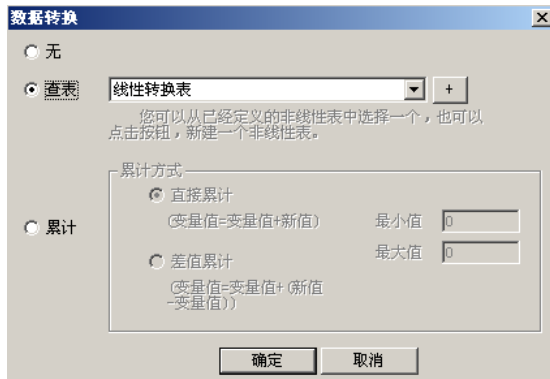

图 5.24 变量定义数据转换对话框
- **对变量进行线性转换定义：**在数据词典中选择需要查表转换的 I/O 变量，双击该变量名称后，弹出“变量属性”对话框。在“变量定义”界面上，点击“转换方式”下的“高级”按钮，弹出“数据转换”对话框，如图 5.24 所示。默认选项为“无”。当用户需要对采集的数据进行线性转换时，请选中“查表”一项。其右边的下拉列表框和“+”按钮变为有效。
单击下拉列表框右边的箭头，系统会自动列出已经建好的所有非线性表，从中选取即可。如果还未建立合适的非线性表，可以单击“+”按钮，弹出“分段线性化定义”对话框，如图 5.24 所示，用户根据需要建立非线性表，使用方法见（1）。